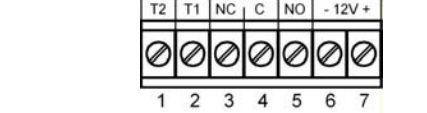

Fig. 4 Terminal block
8. Collegare il cavo alla morsetti (Fig. 4)
Connexions de la plaque à bornes (Voir Fig.4).
Descrizione della morsetti (Vedere Fig.4)